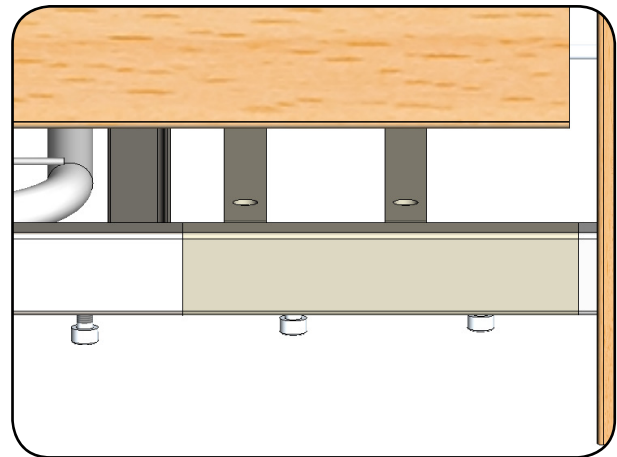

**Abb. 6.6.06 – Bettverlängerung in Liegeflächenrahmen des Fußteils positioniert**
11. Schieben Sie die Bettverlängerung (Bettverlängerung + Steckinnenrohre) in den Liegeflächenrahmen der Fußauflage (Abbildung 6.6.06) bis die Bohrungen deckungsgleich sind.